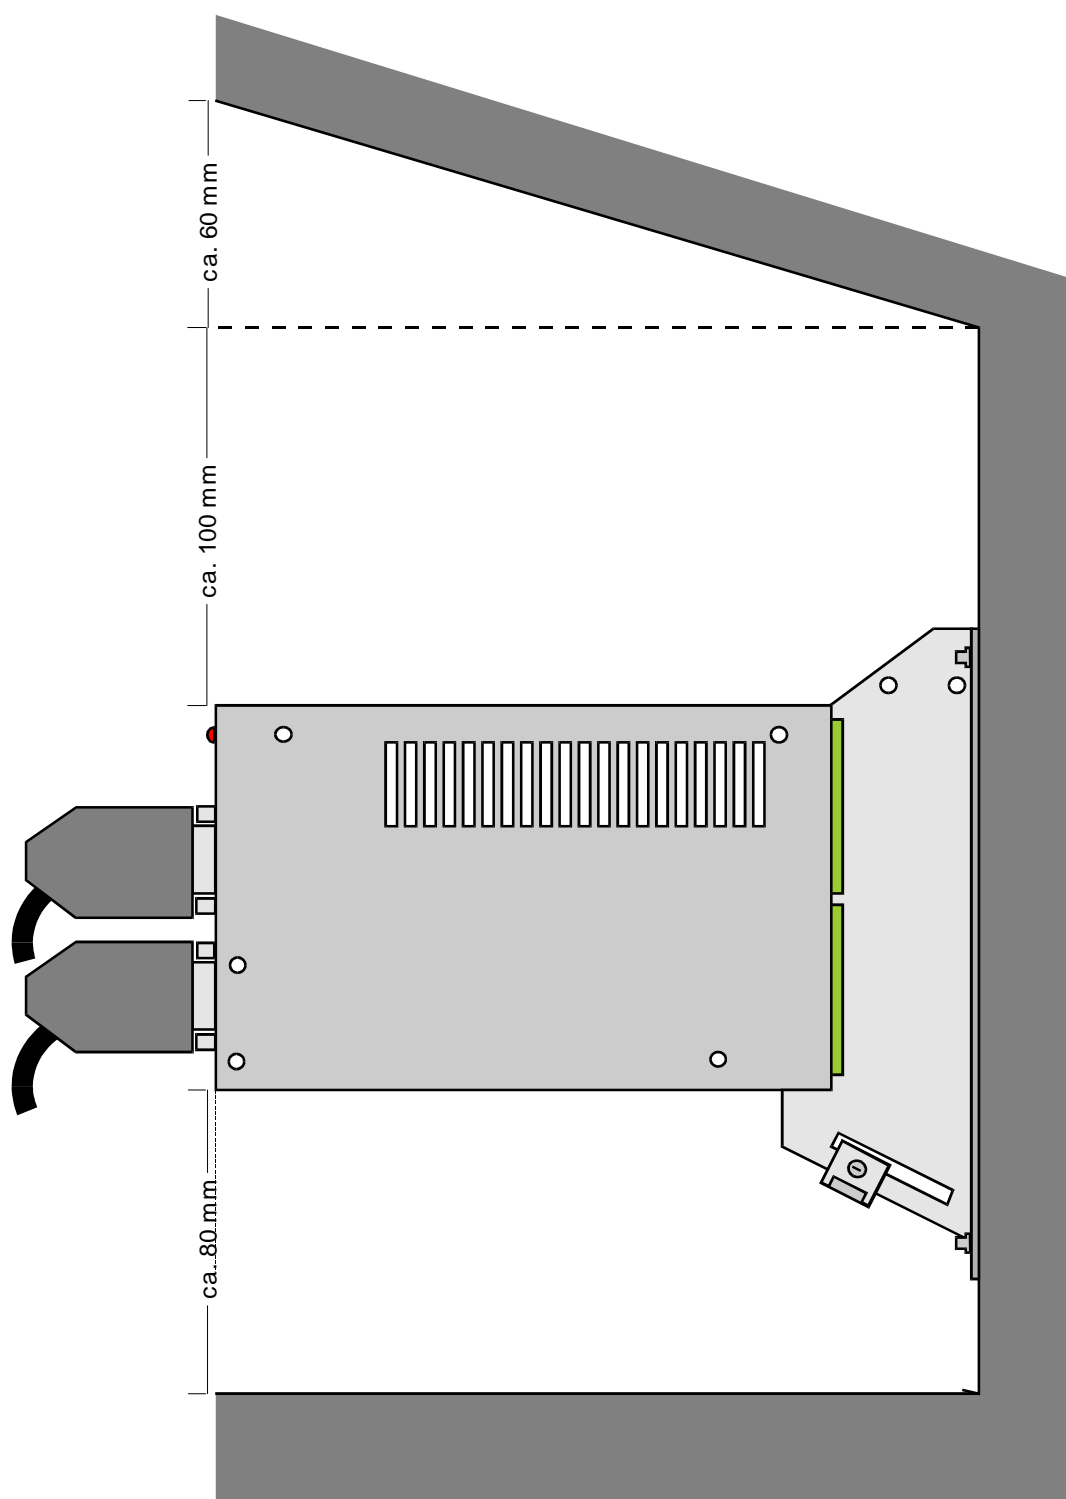

Abbildung 37: Mindestabstände RBD-S bei Wandmontage
- ❖ Einbaufreiräume beachten – ausreichende Freiräume ober- und unterhalb des Gerätes vorsehen, siehe Abbildung 37
Bei der Montage müssen die vertikalen Mindestabstände aus Abbildung 37 beachtet werden, um einen ausreichenden Luftstrom zur Kühlung des RBD-S zu garantieren. Seitlich sollten die Geräte mit einem Mindestabstand von **10 mm** montiert werden, um eine ausreichende Belüftung zu gewährleisten.